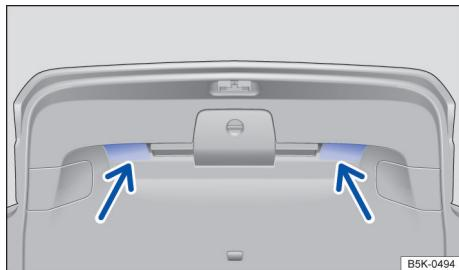

Fig. 65 Tampa do compartimento de bagagem aberta: rebaixos para fechar.
- Puxar a tampa do compartimento de bagagem pela alça do revestimento interno → Fig. 65 com impulso para baixo, de modo que se encaixe na fechadura → .